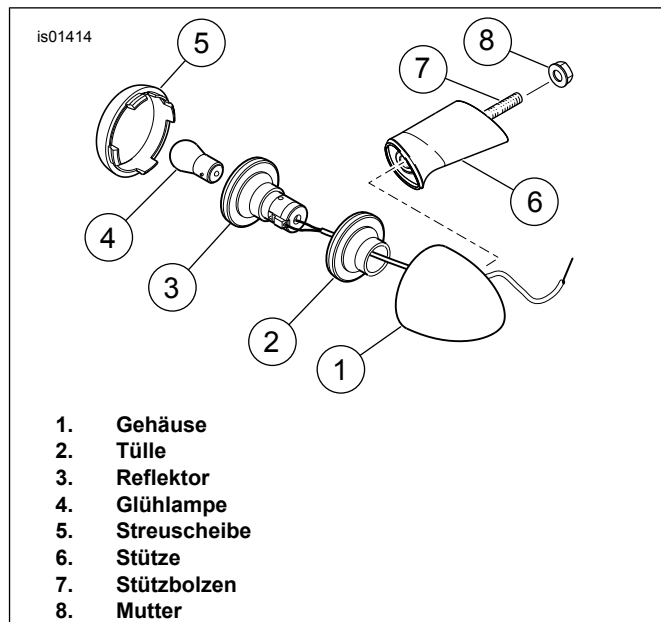

Abbildung 2. Entfernen des Originalblinkerstiels
1. Siehe Abbildung 2. Die Streuscheibe (5) vom hinteren Blinkergehäuse (1) entfernen.
2. Den Reflektor (3) und die Tülle (2) vorsichtig aus dem Gehäuse (1) lösen. Die Kabel vorsichtig aus dem Kabelloch des Gehäuses ziehen.
3. Die Stütze (6), den Bolzen (7) und die Mutter (8) entfernen und entsorgen.